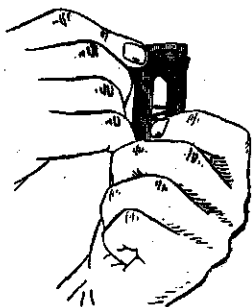

Рис. 17. Разборка магазина
9) **Разобрать магазин.** Взяв магазин в левую руку, большим и указательным пальцами этой руки отжать пружину подавателя к подавателю, правой рукой снять крышку магазина за ее выступающую часть (рис. 17) и вынуть из корпуса магазина пружину подавателя и подаватель.